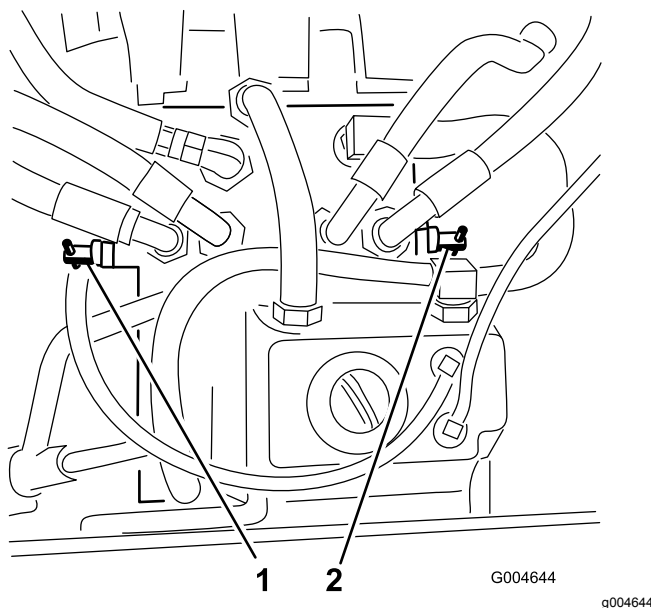

Figure 45
3. Tournez chaque vanne de dérivation d'un tour dans le sens anti-horaire (Figure 45).
Tournez chaque vanne de dérivation d'un tour dans le sens horaire et serrez-les à la main (couple de serrage de 8 N·m (71 po-lb) approx.) (Figure 45).